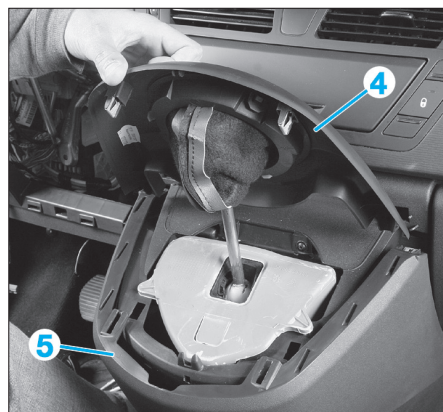

Fig. 9
- la garniture supérieure (4) puis inférieure (5) du levier de vitesses (Fig.9),